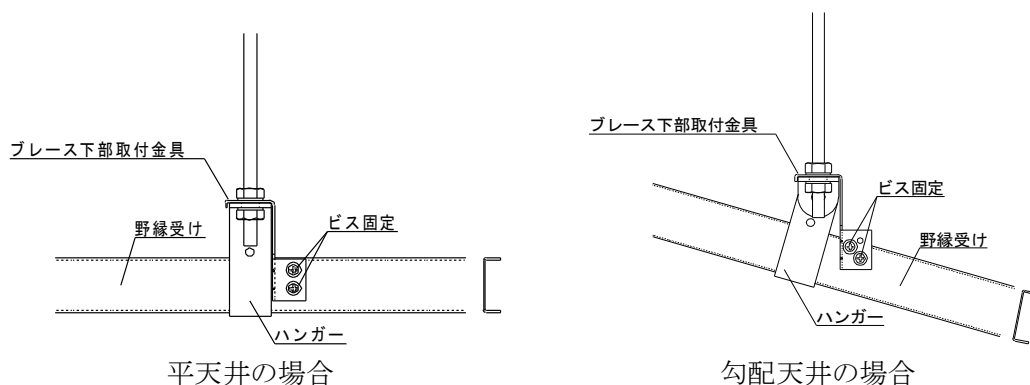

図2-5-1 ブレース下部取付金具の取付け
①野縁受け直交方向のブレース設置箇所ハンガーにはブレース下部取付金具を設置する。(図 2-5-1 参照)
- ハンガーのナット(上部)を緩め、ハンガーに添ってブレース下部取付金具を設置し、ビス 2 本により野縁受けに固定して、ナット(上部)を締めつける。(図 2-5-1 参照)